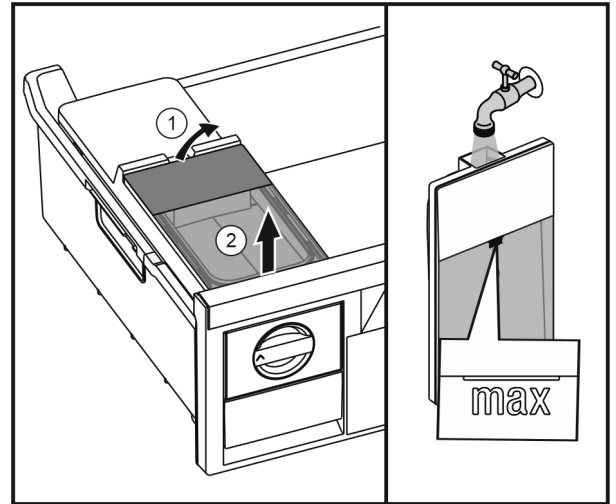

Fig. 55
- ▶ Waterreservoir van achter optillen Fig. 55 (1) en omhoog verwijderen Fig. 55 (2).